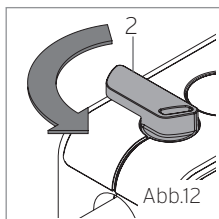

Abb.12
- Abb.12: eingangsseitigen Absperrgriff [Pos.2] langsam in Pfeilrichtung öffnen, um Heizungswasser nachzufüllen und einen Druckausgleich herzustellen (hierzu: Kapitel 6 „Befüllen der Anlage“)